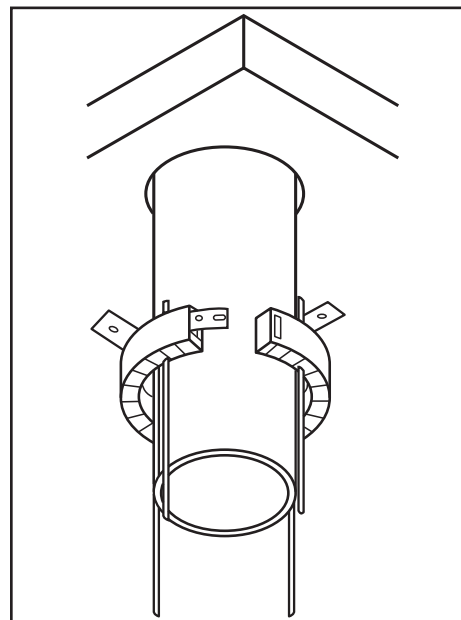

Figure 2 : Ouvrir le dispositif pour tuyaux en plastique et l'installer autour du tuyau.
- Ouvrir le dispositif pour tuyaux en plastique et l'installer autour du tuyau (Figure 2).